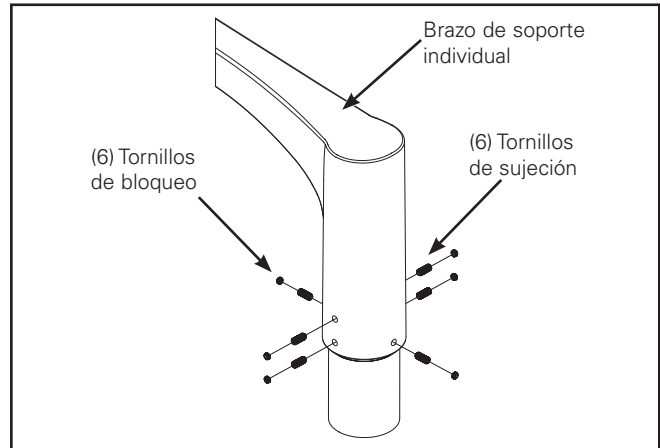

Figura 6.
7. Instale seis tornillos de sujeción de 3/8-24 x 7/8" y ajústelos hasta 200 in-lb. (Figura 6.) Use los tornillos de sujeción de 7/8" de largo si el tamaño de la espiga es de 2-3/8". Use tornillos de sujeción de 1/2" si el tamaño de la espiga es de 3".
8. Instale seis tornillos de bloqueo de 3/8-24 x 3/16" y ajústelos hasta 175 in-lb. (Figura 6.)